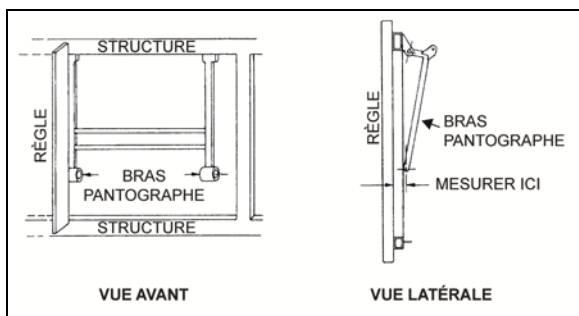
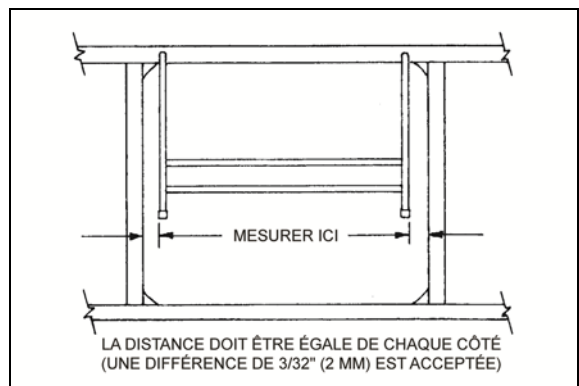

FIGURE 58 : AJUSTEMENT D'UNE PORTE À PANTOGRAPHE 18062
FIGURE 59 : AJUSTEMENT D'UNE PORTE À PANTOGRAPHE 18063
Mesurer la distance entre l'extrémité de l'un des bras du pantographe et un bord droit de la structure. Répéter la procédure pour l'autre bras. La distance doit être égale des deux côtés. Si ce n'est pas le cas, incliner le bras approprié jusqu'à ce que la mesure souhaitée soit obtenue (Figure 58 et Figure 59).
5. Lorsque la porte est droite, enlever les morceaux de bois et vérifier que la porte fonctionne et est ajustée correctement. Une différence de $3/32$ po (2 mm) est acceptée entre les deux côtés (Figure 59).